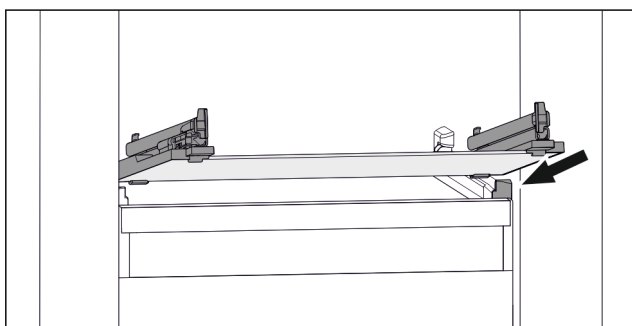

Fig. 77 Príklad zobrazenia sklenenej dosky
- ▶ Nasadte sklenenú dosku šikmo za zarážkami. (pozri Fig. 77)